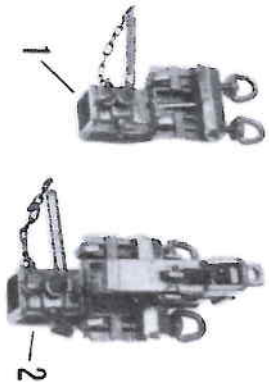

Abb. 144
Damit zusätzlich Spurlockerer oder Tastkufen angesteckt werden können, werden hinter den Schlepperrädern Spurwerkzeugklauen (2) montiert (Abb. 144).